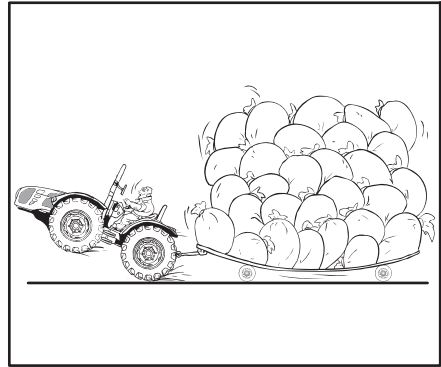

Abb. 2.16
- Den Traktor NICHT zu stark belasten oder ballasten. Niemals Ballast hinzufügen, um eine Überlastung auszugleichen. Die Last reduzieren (Abb. 2.16).